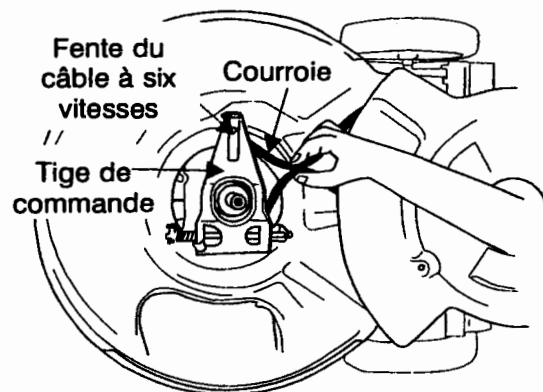

Figure 22
12. Pressez la courroie et poussez-la. Poussez la tige de commande vers l'intérieur, vers le plateau de coupe et sortez le câble à six vitesses de la fente. Voir la figure 22.